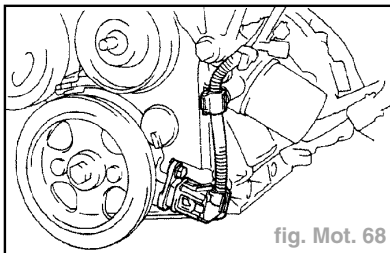

fig. Mot. 68
- Déposer le boulon et débrancher la bride de fixation du faisceau de câbles et le capteur de position de vilebrequin (fig. Mot. 68).